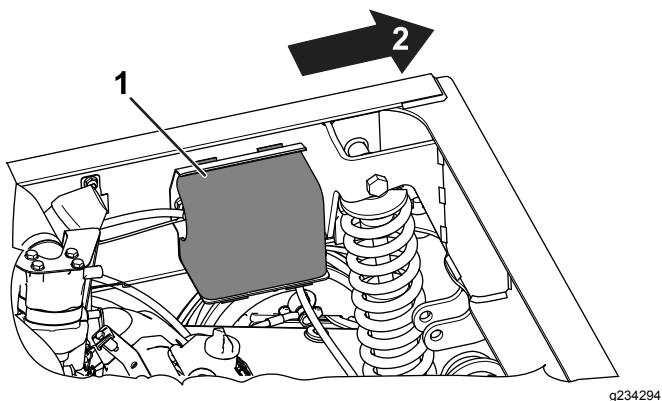

Bild 4
- Entfernen Sie die Abdeckung von der Start- bzw. Laufstromspule (Bild 4).